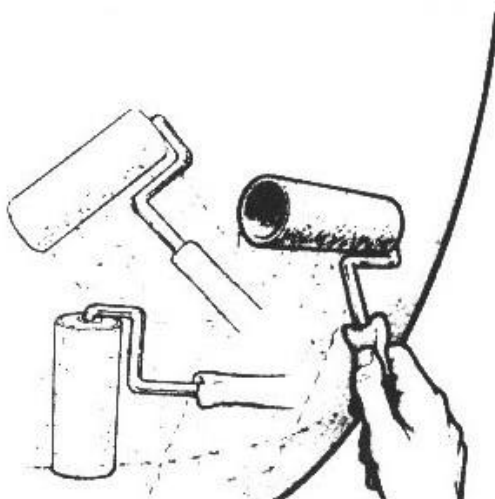

Figura 3-19 Aplique el epoxi en capas finas y uniformes usando un rodillo de espuma fino.
4. Extienda ligeramente y sin orden el epoxi por un área aproximada de 60 x 60 cm para depositar el epoxi uniformemente sobre el área (Figura 3-19).